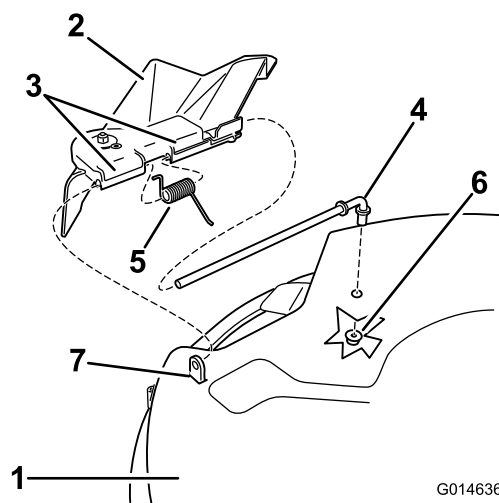

Figure 58
- Repérez les éléments illustrés à la Figure 58.
- Retirez l'écrou (3/8 pouce) de la tige, sous le plateau de coupe (Figure 58).
- Sortez la tige de la courte cheville de positionnement, du ressort et du déflecteur d'herbe (Figure 58). Déposez le déflecteur d'herbe s'il est endommagé ou usé.
- Remettez en place le déflecteur d'herbe (Figure 58).
- Placez le ressort sur la tige, les fils d'extrémité dirigés vers le bas, entre les supports du déflecteur d'herbe. Insérez la tige dans le deuxième support du déflecteur d'herbe (Figure 58).
7. Insérez la tige à l'avant du déflecteur dans la courte cheville de positionnement sur le plateau. Fixez l'extrémité arrière de la tige dans le plateau de coupe à l'aide d'un écrou (3/8 pouce) (Figure 58).